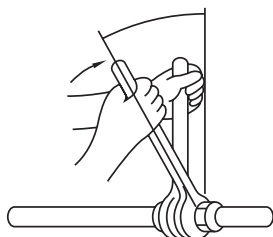

Fig. 5-8
- Uz cauruļu saskares virsmas plānā kārtiņā uzklājiet dzesēšanas sistēmas eļļu. (Fig. 5-8)